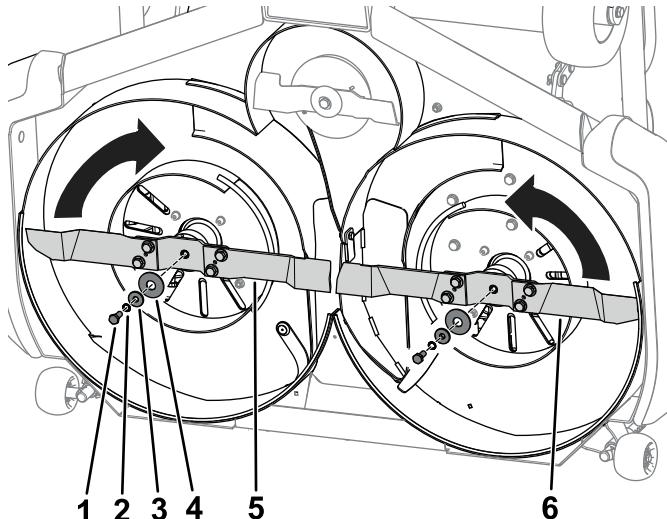

図2
- ウイングブレードアセンブリを外した時に回収した部品ボルト、スプリングロックワッシャー、湾曲ワッシャーとスペーサーを使用して、ブレードアセンブリをそれぞれの側に固定する図2。